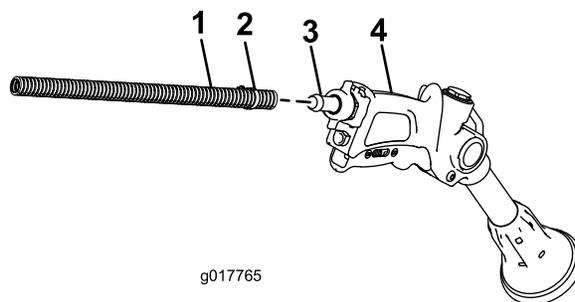

図 18
2. ホース (長) のもう一端をスプレーガンのフィッティングにつなぐ (図 18)。